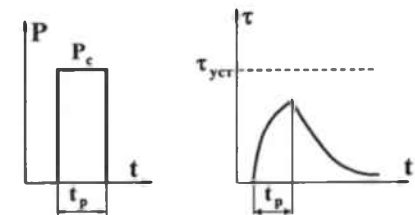

Рис.1
6. Какому режиму работы двигателя соответствует график нагрузки (рис.1)?